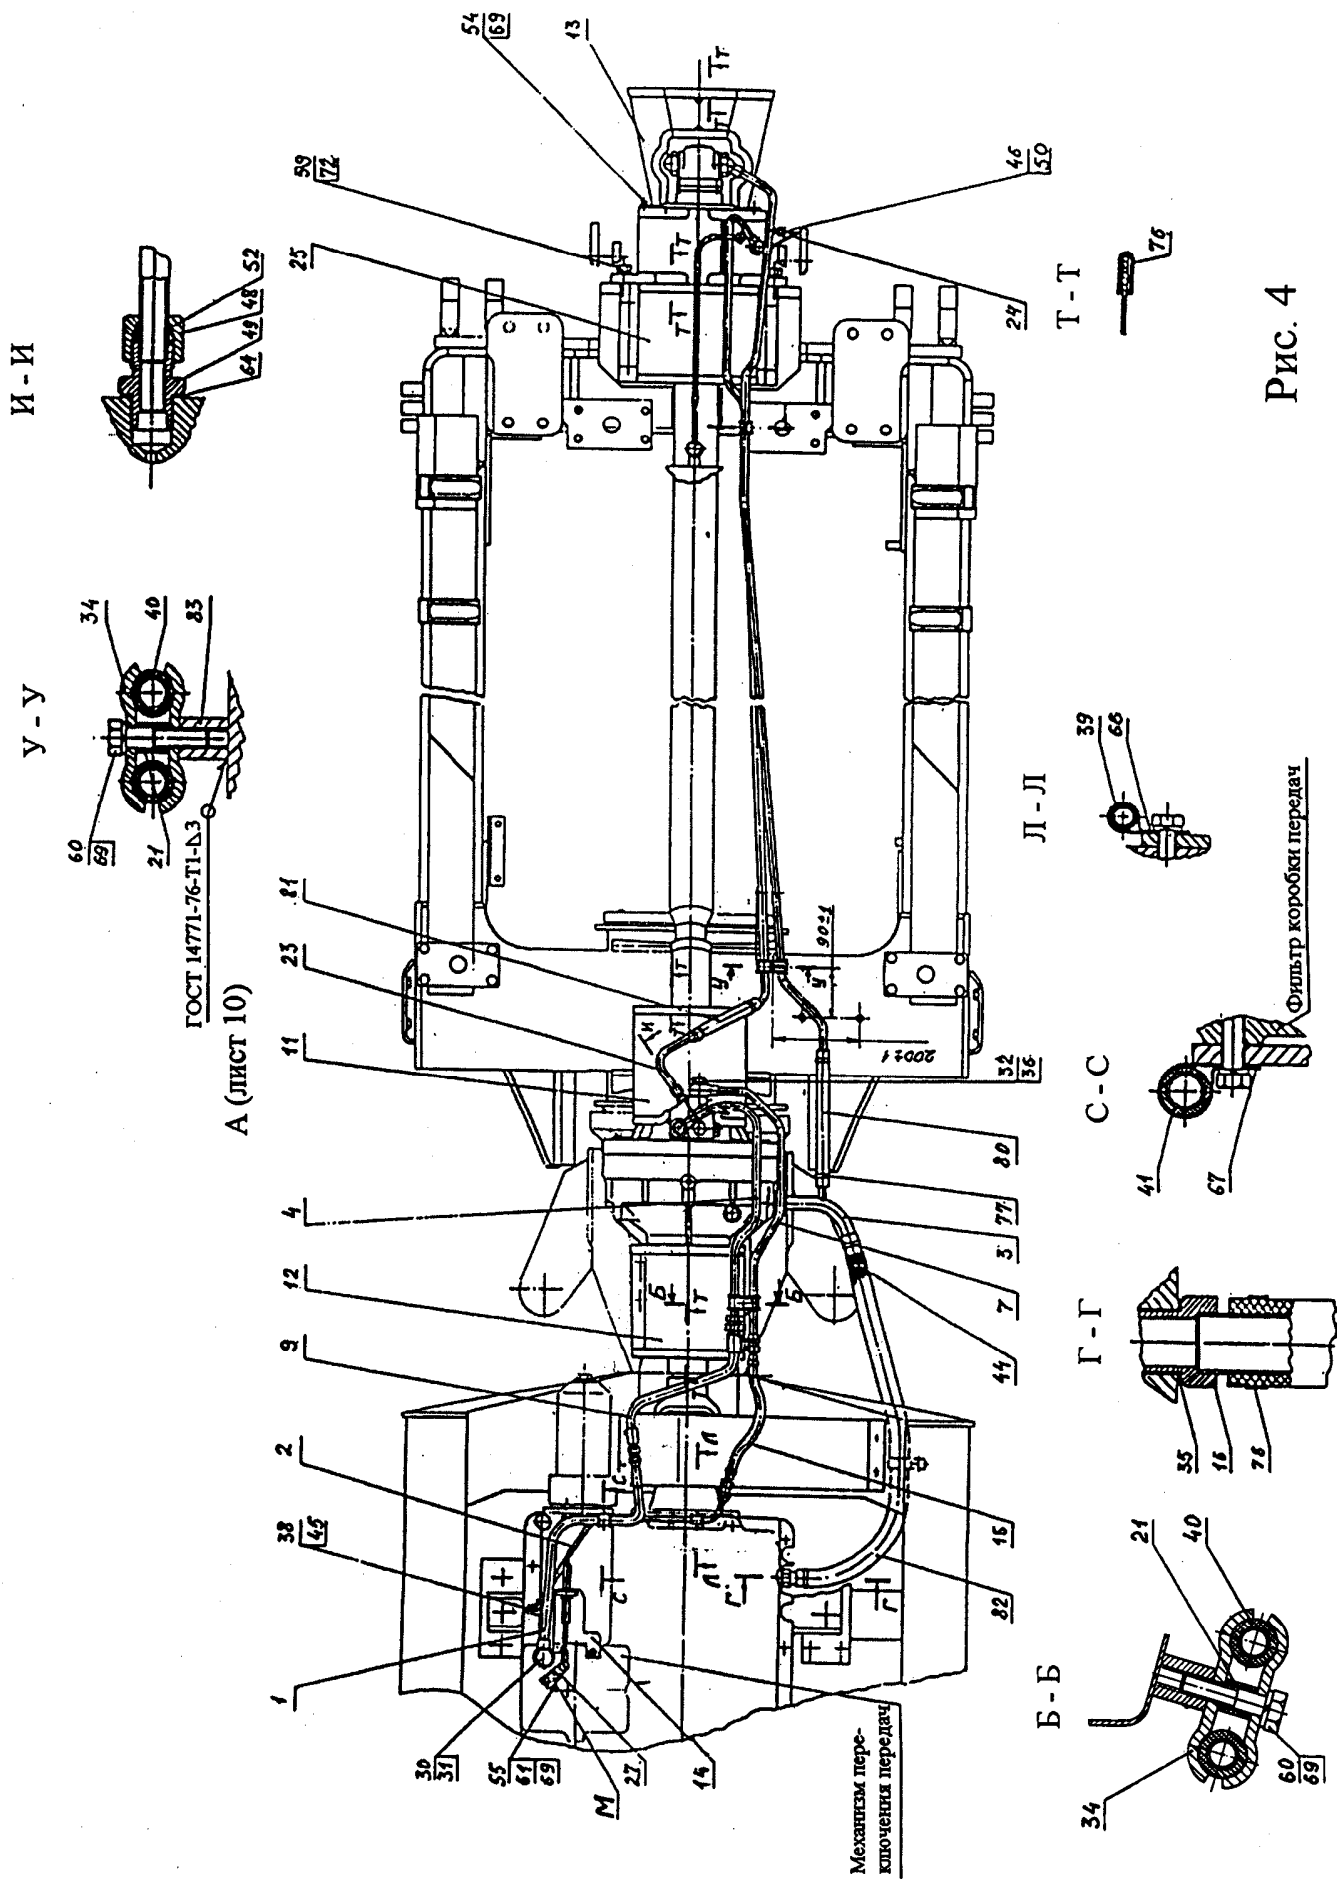

Рис. 4
- для крепления труб поз. 5, 6 приварить бонку поз. 83 по координатам, указанным на рис. 4;